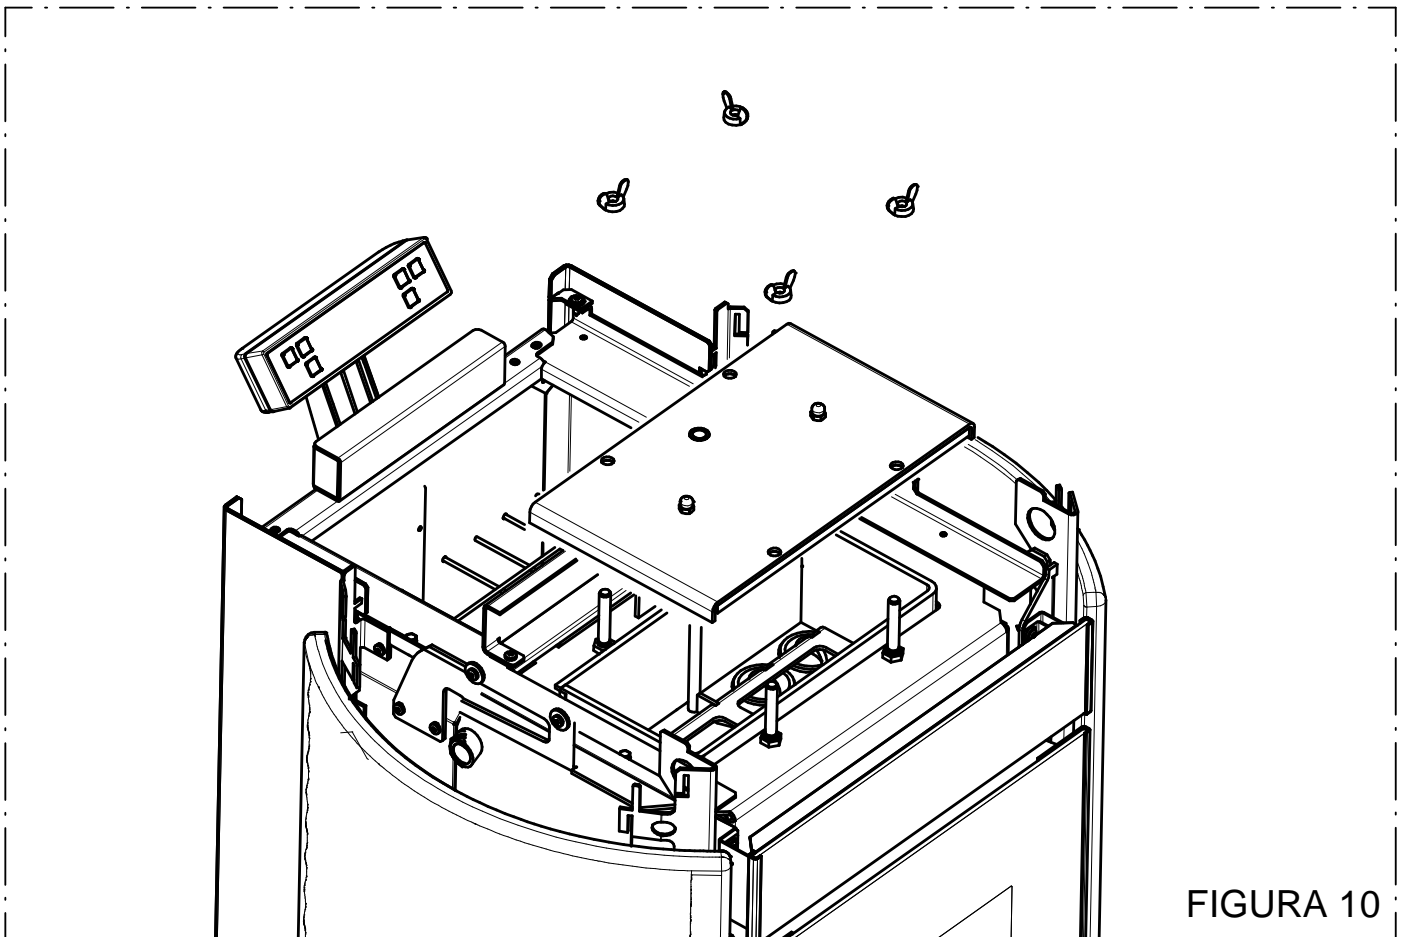

FIGURA 10
- Aspirare la cenere localizzata nel vano superiore giro fumi. (Figura 10). Per accedere al vano togliere le 3 ceramiche superiori (Figura 6), togliere le 2 viti di blocco del coperchio serbatoio (Figura 7,8,9) e sganciare il coperchio A. Svitare i dadi ad alette e svitare il pomello scuoti tribolatori. Togliere il coperchio facendo attenzione a non danneggiare l'isolante montato sullo stesso (Figura 10).